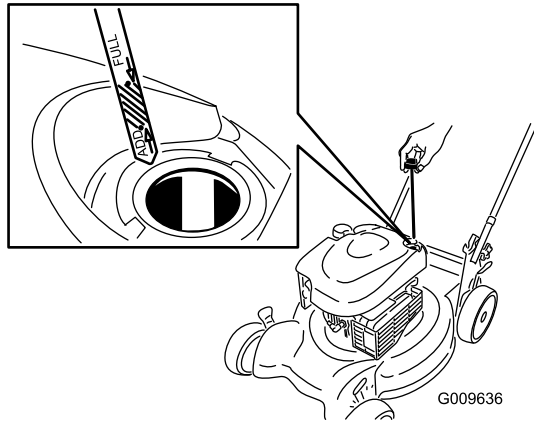

Figura 7
1. Retire la varilla, límpiela, y vuelva a colocarla (Figura 7).
2. Retire la varilla y compruebe el nivel de aceite (Figura 7). Si el nivel de aceite está por debajo de la marca "Add" de la varilla, vierta lentamente aceite en el tubo de llenado hasta que el nivel llegue a la marca "Full" de la varilla. **No llene demasiado.** (Capacidad máxima: 0,59 l (20 onzas), tipo: SAE 30, aceite detergente con clasificación de servicio API SF, SG, SH, SJ, SL o superior.)